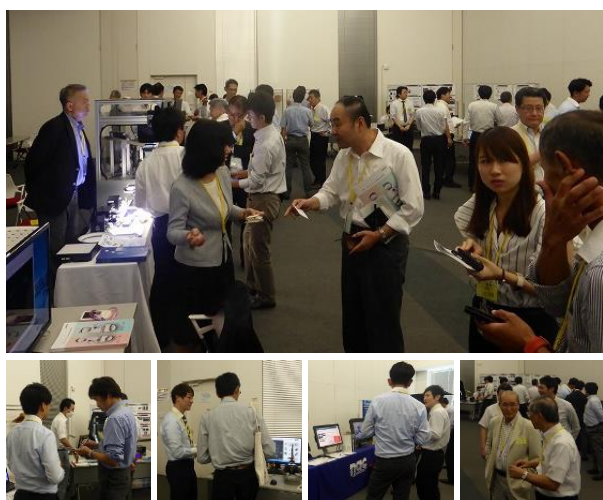

図 4 目視検査支援機器の体験展示
2.2 節に関連した目視検査支援機器のデモと体験が 10 ブースで行われた（図 4）。検査用照明としては、既に製品化されている有機 EL 照明を使ったデスクライト、ベースライトの他、本ワークショップでの発表を目指して目視検査用として開発した製品が新たに 2 社から展示された。蛍光灯から LED への切り替えが急速に進む中、高効率・高輝度を指すのではなく、検査員の眼の健康を守るための製品が開発され、出展されたことに、本ワークショップの活動の影響力の大きさをひとしと感じた。特に、目視検査用照明は検査に不要な環境光を除外することが重要なことから、2 社からは暗室型の検査ルーム・検査ステーションの展示が行われた。参加者に、暗室での欠陥等の検査の重要性を伝えることができたものと思われる。